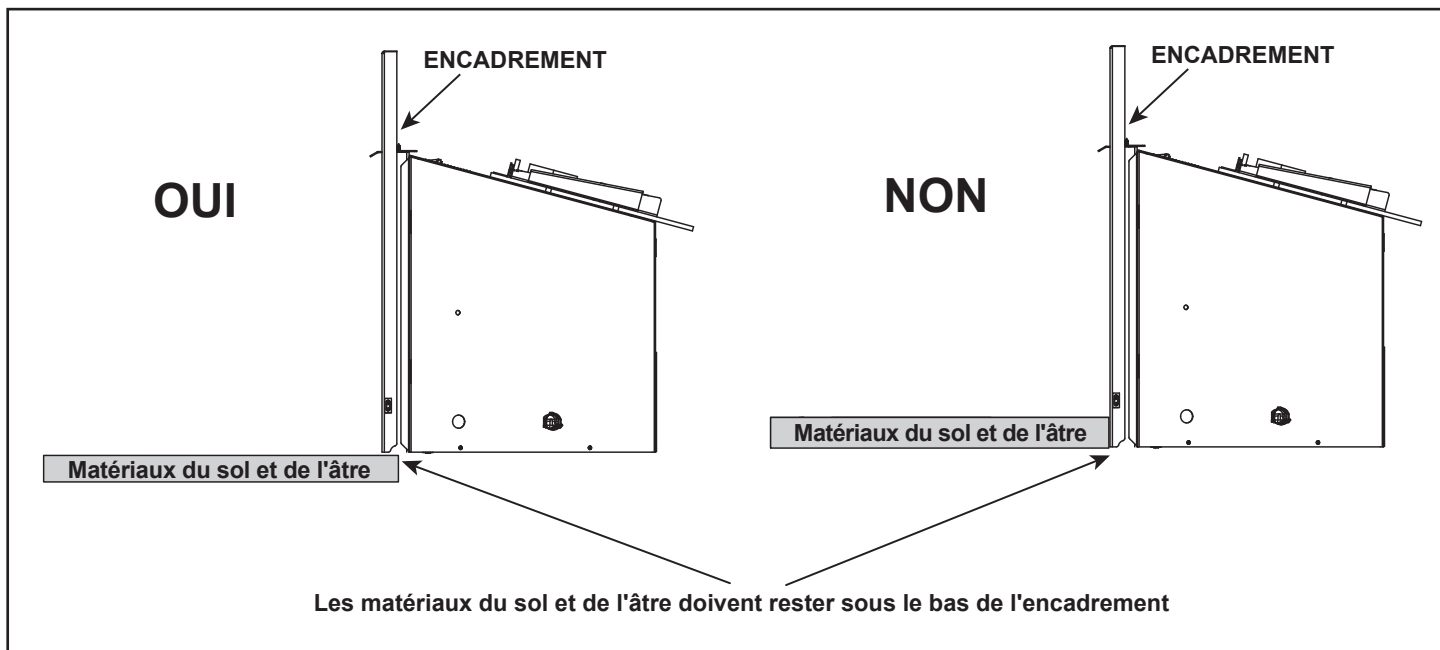

Figure 3.17 Matériaux du sol et de l'âtre
- Tous les matériaux du sol et de l'âtre doivent rester sous la partie inférieure de l'encadrement. Voir la figure 3.17.